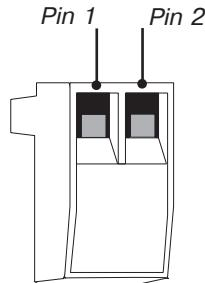

Рисунок 21. REPO разъем
3. Подсоедините изолированные нормально замкнутые релейные контакты (номинал 60 В постоянного тока максимум, 30 В переменного тока RMS максимум, и 20 мА максимум) через REPO устройство к контакту 1 и контакту 2 (см. рисунок 21). Используйте витой неэкранированный провод размером 18–22 AWG (0.75 мм² – 0 мм²).